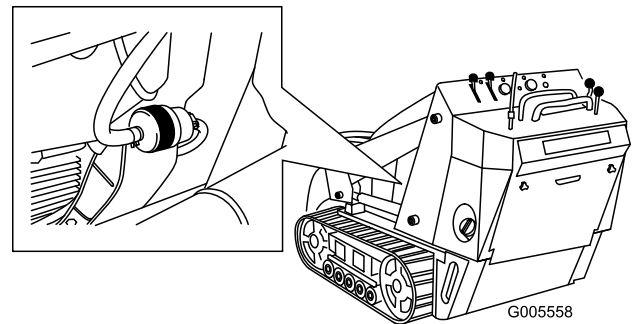

Figura 37
4. Bloquee los tubos de combustible en ambos lados del filtro de combustible (Figura 37).
5. Apriete los extremos de las abrazaderas y deslícelas por el tubo alejándolas del filtro (Figura 37).